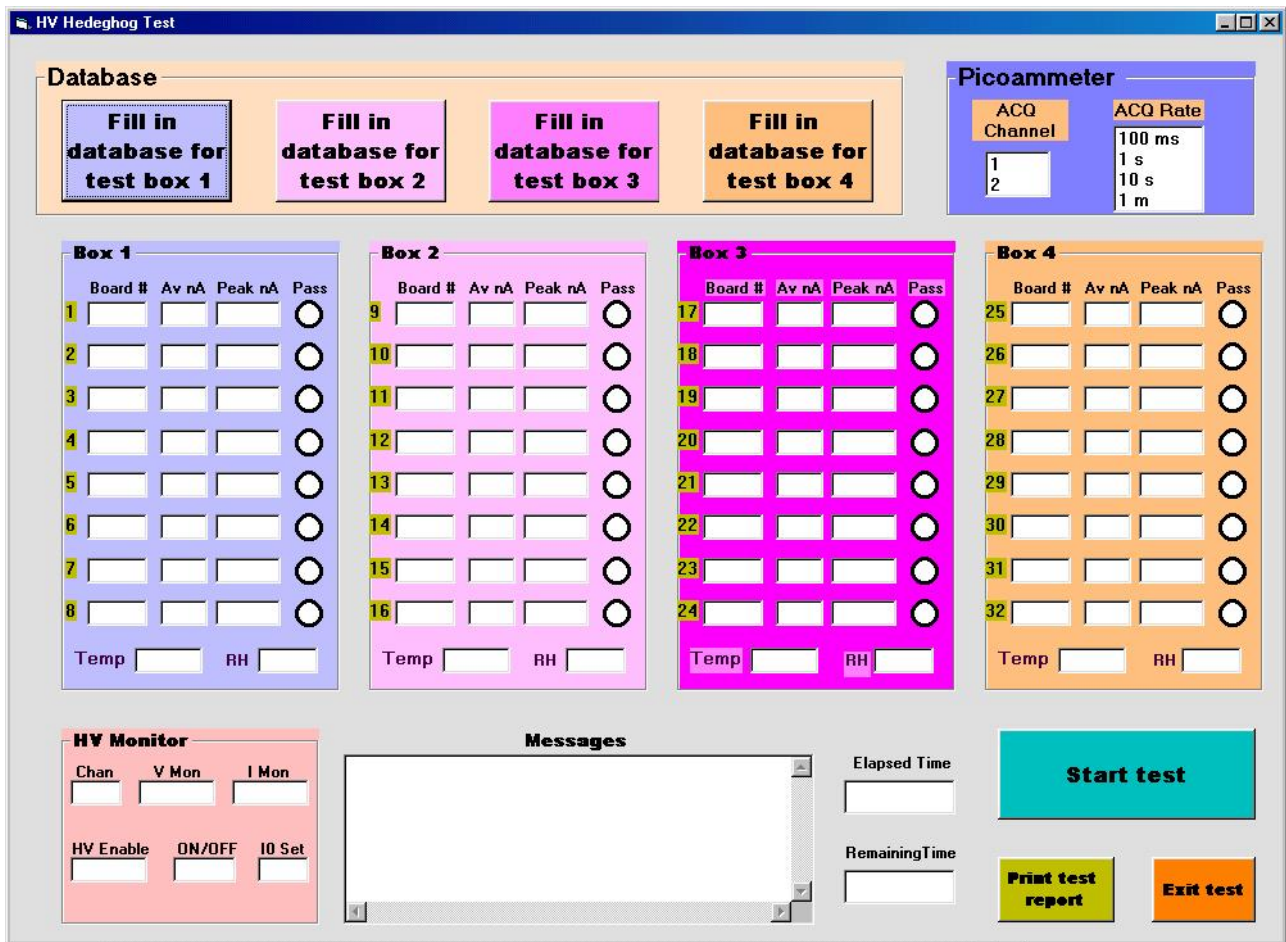

Fig. 1 – La finestra principale del programma di test
- 3 – lanciare il programma. Nell'attuale versione, 1.20, esso si presenta con una finestra come in Fig. 1;